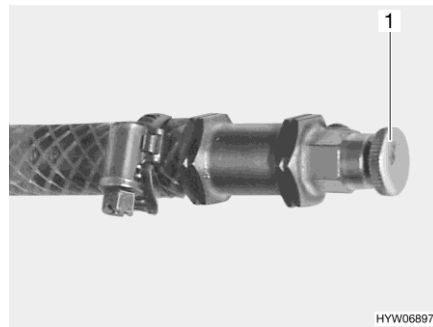

Bild 157 Avluftningsventil varmvatten-värmesystem
- Öppna avluftningsventilen (Bild 157,1) och låt den vara öppen så länge det kommer ut luft.